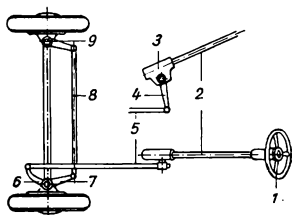

Bild 20 Schema einer Achsschenkellenkung
23. Nennen Sie die Bezeichnungen für die Einzelteile in Bild 20!